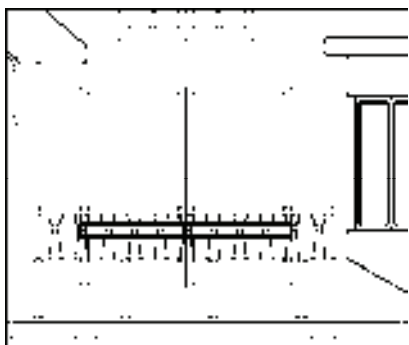

图 13-183 插入图块
9) 按〈Ctrl+O〉组合键，打开配套光盘提供的“第 13 章/图块图例.dwg”文件，将其中的“栏杆”图块复制粘贴至立面图中，结果如图 13-183 所示。